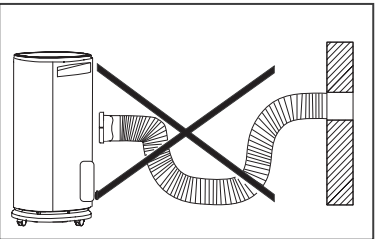

Рис. 12
5. При подсоединении шланга-воздуховода и изменении его длины не допускайте провисаний и изгибов (см. рис. 12).